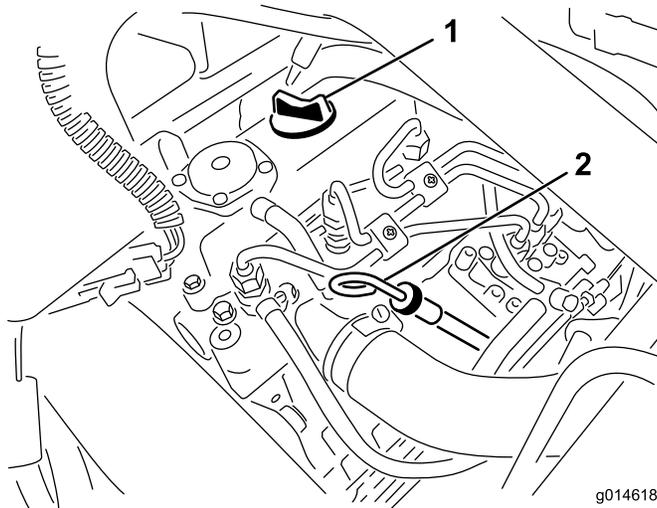

図 28
2. ディップスティックを抜き、ウェスで一度きれいに拭く（図 28）。ディップスティックを、首の根元までもう一度しっかりと差し込む。首から引き抜いて油量を点検する。油量が足りなければ、バルブ・カバーについている補給口のキャップを取り、ディップスティックの FULL マークまで **ゆっくりと** 補給する。補給するときは、ディップスティックで確認しながら少量ずつ入れてください。**入れすぎない**こと。